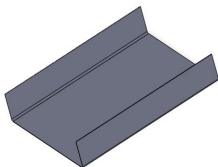
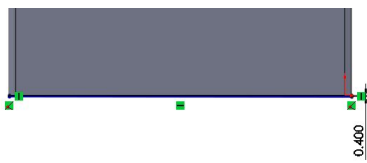

图 11-43 完成另一侧法兰
图 11-44 草绘图形
(4) 用同样的方法创建另一侧的法兰壁，完成后的模型如图 11-43 所示。
(5) 单击【特征】工具栏中的  【拉伸凸台/基体】按钮，在【特征管理器设计树】中选择【前视基准面】，单击  【正视于】按钮，开始草绘。
(6) 单击【草图】工具栏中的  【直线】按钮，绘制一条直线，如图 11-44 所示。